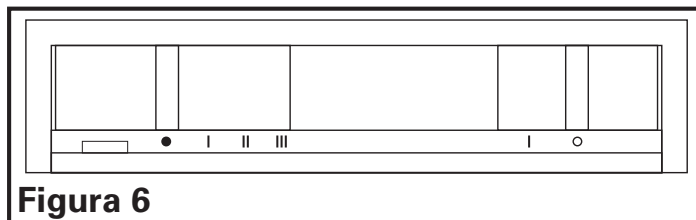

Figura 6
Su campana de extracción está equipada con dos interruptores deslizantes, donde uno controla la luz y el otro controla el ventilador de extracción. El control de la luz tiene dos posiciones, ON (I) (encendido) y OFF (O) (apagado). El ventilador tiene un control de cuatro posiciones, HIGH (III) (alta), MEDIUM (II) (media), LOW (I) (baja), y OFF (●) (apagado) (Figura 6).